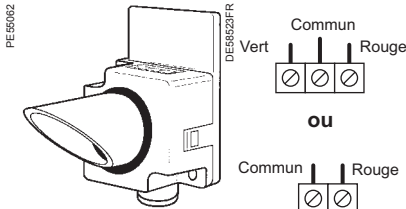

Fig. 7
- soit un boîtier extérieur standard (fig. 7), fixation murale par 2 vis Ø 4 mm,